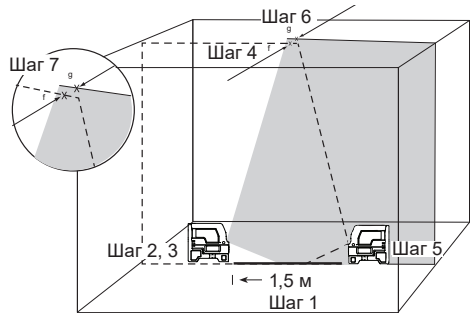

РИС. 6
ПРОВЕРКА ТОЧНОСТИ–ГОРИЗОНТАЛЬНОЕ НИВЕЛИРОВАНИЕ ВДОЛЬ ПОПЕРЕЧНОЙ ОСИ (РИС. 6)
4. Разверните лазерный прибор на 180°, как показано на Рис. 6, чтобы убедиться, что направленный вниз точечный луч по-прежнему совпадает с отметкой на полу.